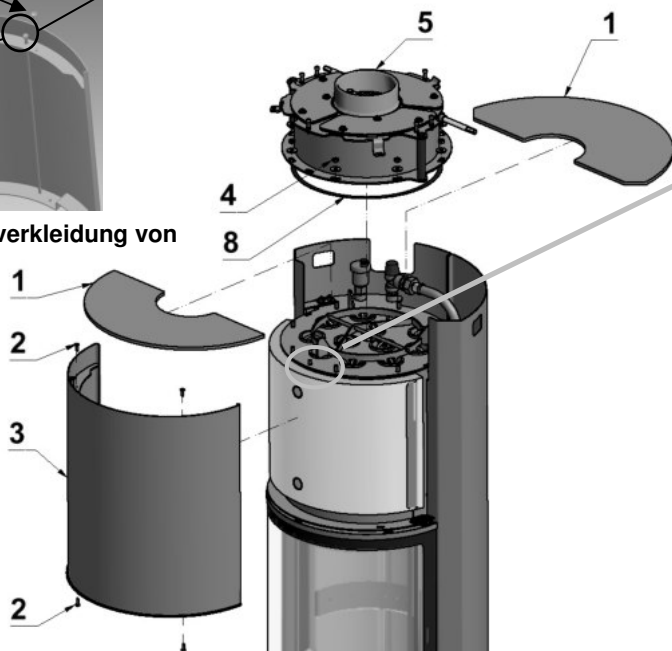
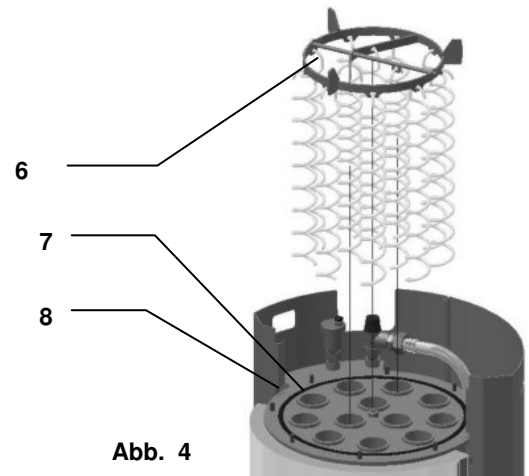

Abb. 3
Abb. 4
2. Abnehmen der beiden Deckplatten siehe Abb.3, Pos.1
3. Lösen der 4 Schrauben M5x8 siehe Abb.3, Pos. 2
4. Verkleidungsblech oben entfernen siehe Abb.3, Pos. 3
5. Entfernen der 8 Muttern M8 mit Scheiben siehe Abb. 3, Pos. 4
6. Abheben der kompletten Rauchfangeinheit nach oben, siehe Abb.3, Pos. 5
7. Entfernen des kompletten Federhebers mit Federn nach oben, siehe Abb.4, Pos. 6
8. Reinigung der 12 Rohrzüge mit der mitgelieferten Reinigungsbürste, siehe Abb.4, Pos. 7
9. Beachten Sie die korrekte Lage des Dichtungsringes siehe Abb.3 und Abb.4 Pos. 8
11. Die Justierschrauben (Abb.3, 9) dienen zur Feineinstellung der Passgenauigkeit des Verkleidungsblechs oben (Abb.3, 3) Diese sind bei der Montage im Werk voreingestellt und müssen in der Regel nicht mehr verstellt werden.